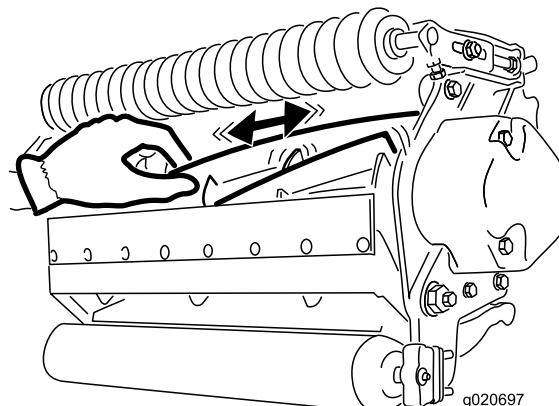

Figura 25
2. Usando un trapo o un guante grueso, sujete la cuchilla del molinete e intente mover el conjunto del molinete de un lado a otro (Figura 25).